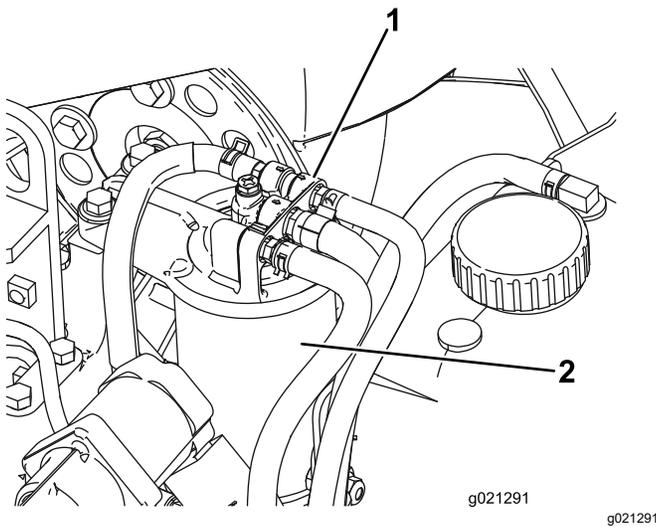

Figura 95
1. Limpie la zona alrededor del cabezal del filtro de combustible (Figura 95).
2. Retire el filtro y limpie la superficie de montaje del cabezal del filtro (Figura 95).